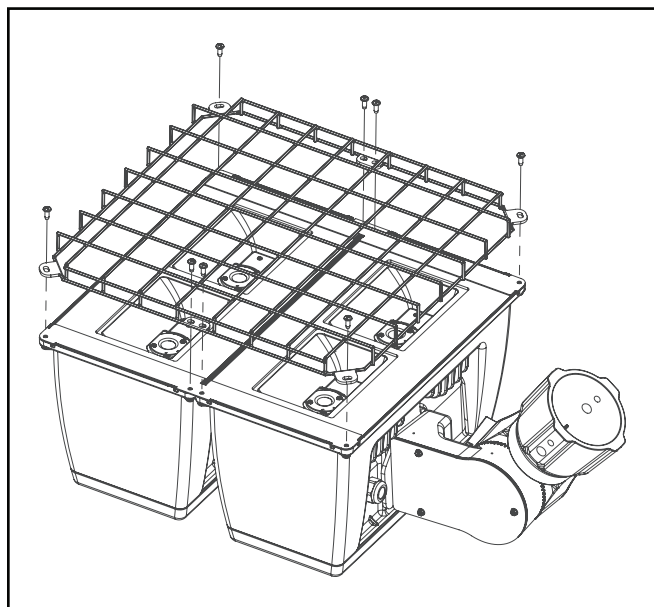

Figure 5
### Grille de protection (Figure 5).
1. Desserrez et retirez les (8) vis hexagonales 10-24 sur la partie frontale du luminaire et conservez-les pour vous y référer ultérieurement.
2. Alignez la grille de protection avec les quatre trous de la partie supérieure de l'attache de la lentille. (Figure 5).
3. Resserrez les (8) vis hexagonales 10-24 de l'étape 1 sur la partie frontale du luminaire.